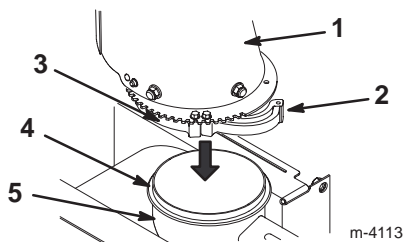

Figure 11
- Graissez légèrement la couronne de l'éjecteur (Fig. 11).
- Tournez le dispositif de retenue au bas de l'éjecteur vers l'extérieur (Fig. 11).
- Abaissez l'éjecteur sur l'ouverture supérieure du carter de tarière (Fig. 11).
- Vérifiez que la couronne de l'éjecteur s'engage correctement dans les rainures des dispositifs de retenue fixes de l'éjecteur (Fig. 11).